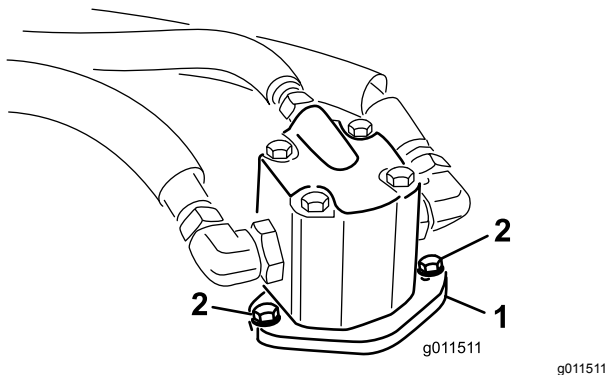

Figura 115
4. Rimuovete i bulloni che fissano il motore idraulico al piatto di taglio (Figura 115).